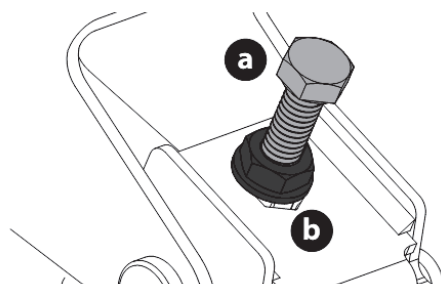

Рис. 27
3. Найдите регулировочные болты (а) с левой и правой стороны режущей деки (рис. 27).
4. Ослабьте, но не выкручивайте стопорные гайки (b) на регулировочном болте. Отрегулируйте правый или левый регулировочный болт вверх или вниз до тех пор, пока режущая дека не будет одинаково отрегулирована с обеих сторон (рис. 27).
5. После правильной регулировки снова затяните стопорные гайки (b). Затяните с усилием до 23 Н·м (рис. 27).
8. Потяните правую сторону ремня назад и вставьте узкую V-образную часть ремня в паз шкива ВОМ (рис. 27).
9. Удерживая ремень и шкив ВОМ вместе, поверните шкив ВОМ влево (рис. 27). Продолжайте удерживать и вращать шкив и ремень до тех пор, пока ремень полностью не установится в паз шкива ВОМ.